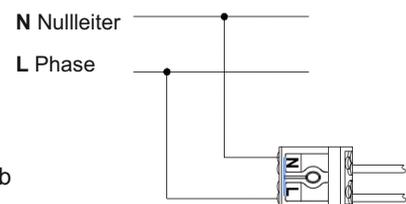

Abb. 1
1. Verbinden Sie das AC Kabel wie in Abb. 1.